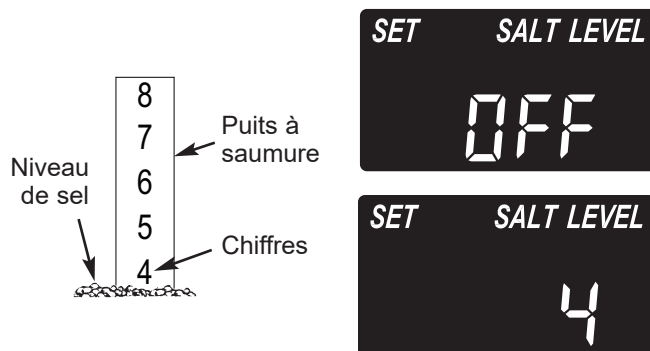

FIG. 22
2. L'échelle de niveau de sel, sur le puits à saumure situé à l'intérieur du réservoir, comprend des chiffres de 0 à 8 (voir figure 22). Repérez le chiffre le plus élevé ou le plus près du sel égalisé.